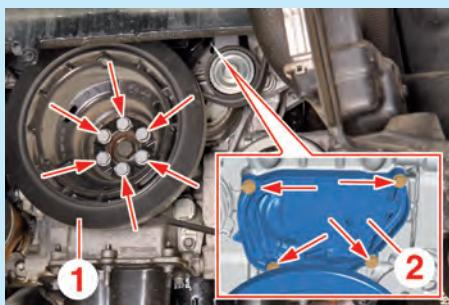
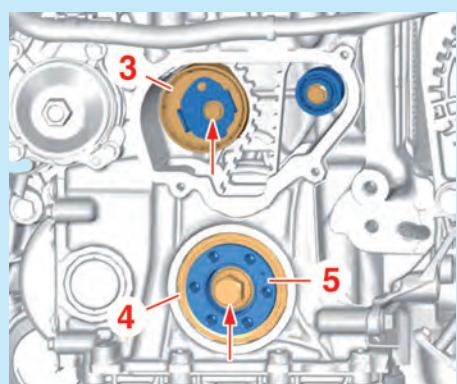

Fig.2
Fig.3
- Déposer (Fig.2) :
- la poulie de vilebrequin (1),
- le carter de distribution (2).
- Desserrer le galet tendeur (3) (Fig.3).
- la bague d'étanchéité (4),
- la bride (5).